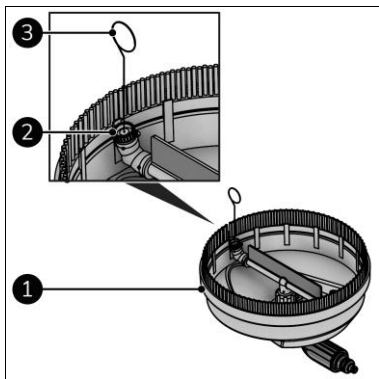

Figure 25
3. Retirez le nettoyeur de sol (figure 25, pos. 1) de la rallonge de la lance (figure 5, pos. 1) en le tournant de 90°.
4. Nettoyez les deux buses (figure 25, pos. 2) avec la tige de nettoyage (figure 25, pos. 3).